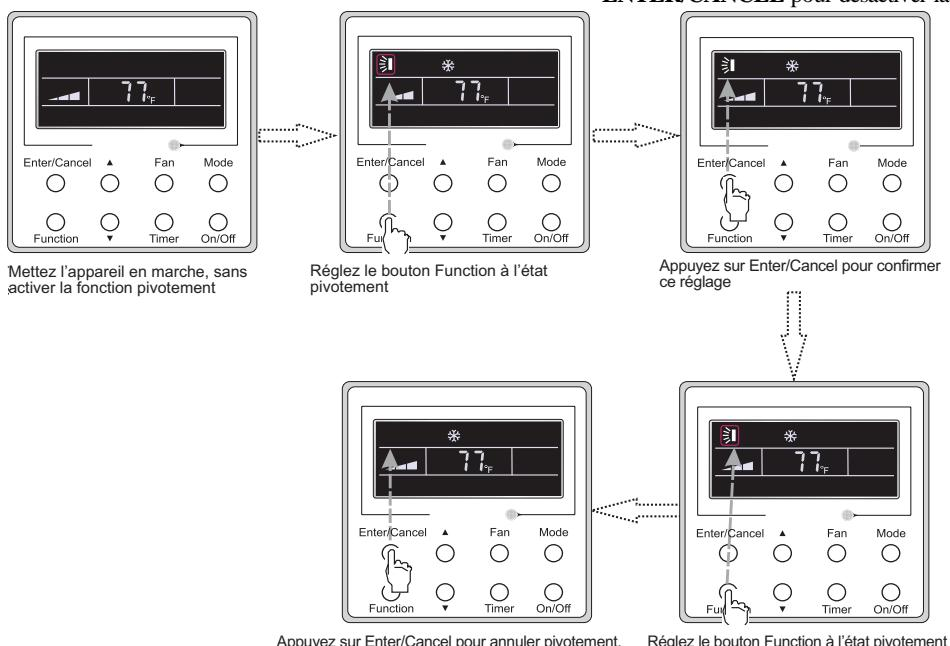

Fig. 12 – Mode pivotement
- **DÉSACTIVATION DU PIVOTEMENT**: Alors que la fonction **PIVOTEMENT** est activée, appuyez sur **FUNCTION** pour faire apparaître l'interface de réglage du **PIVOTEMENT** **■**. Appuyez ensuite sur **ENTER/CANCEL** pour désactiver la fonction (voir fig. 12).